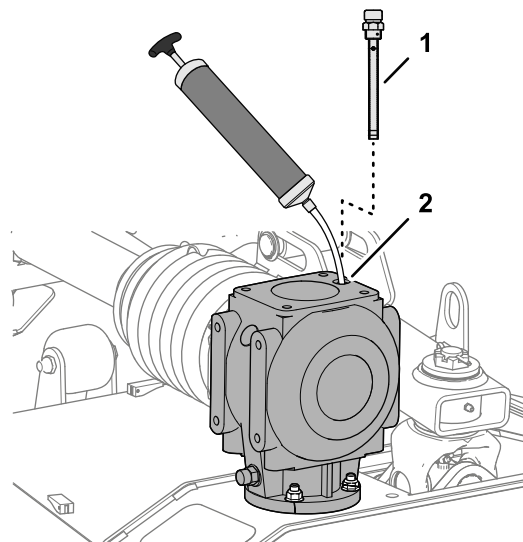

Рисунок 56
1. Извлеките щуп из верхней части редуктора (Рисунок 56).
2. С помощью всасывающего насоса удалите рабочую жидкость из редуктора через отверстие для масломерного щупа (Рисунок 56).